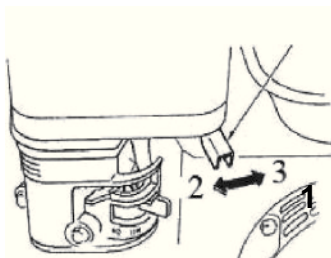

Рисунок 7
3. Установить рычаг управления дроссельной заслонкой (1) вправо (в положение «Заяц»/  (3)). См. Рис. 7.
1. Установить рычаг управления дроссельной заслонкой влево (в положение «Черепашка»/  (2)). См. Рис. 7.
вправо (в положение «Заяц»/  (3)). См. Рис. 7.
1. Установить рычаг управления дроссельной заслонкой влево (в положение «Черепаха»/  (2)). См. Рис. 7.